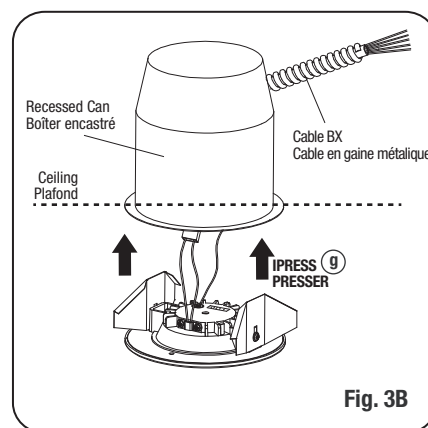

Fig. 3B
7. Press the luminaire inside the can opening and install it securely (Fig. 3B, step "g").
7. Presser le luminaire à l'intérieur de l'ouverture du boîtier et installez-le de façon sécuritaire (Fig. 3B, étape "g").